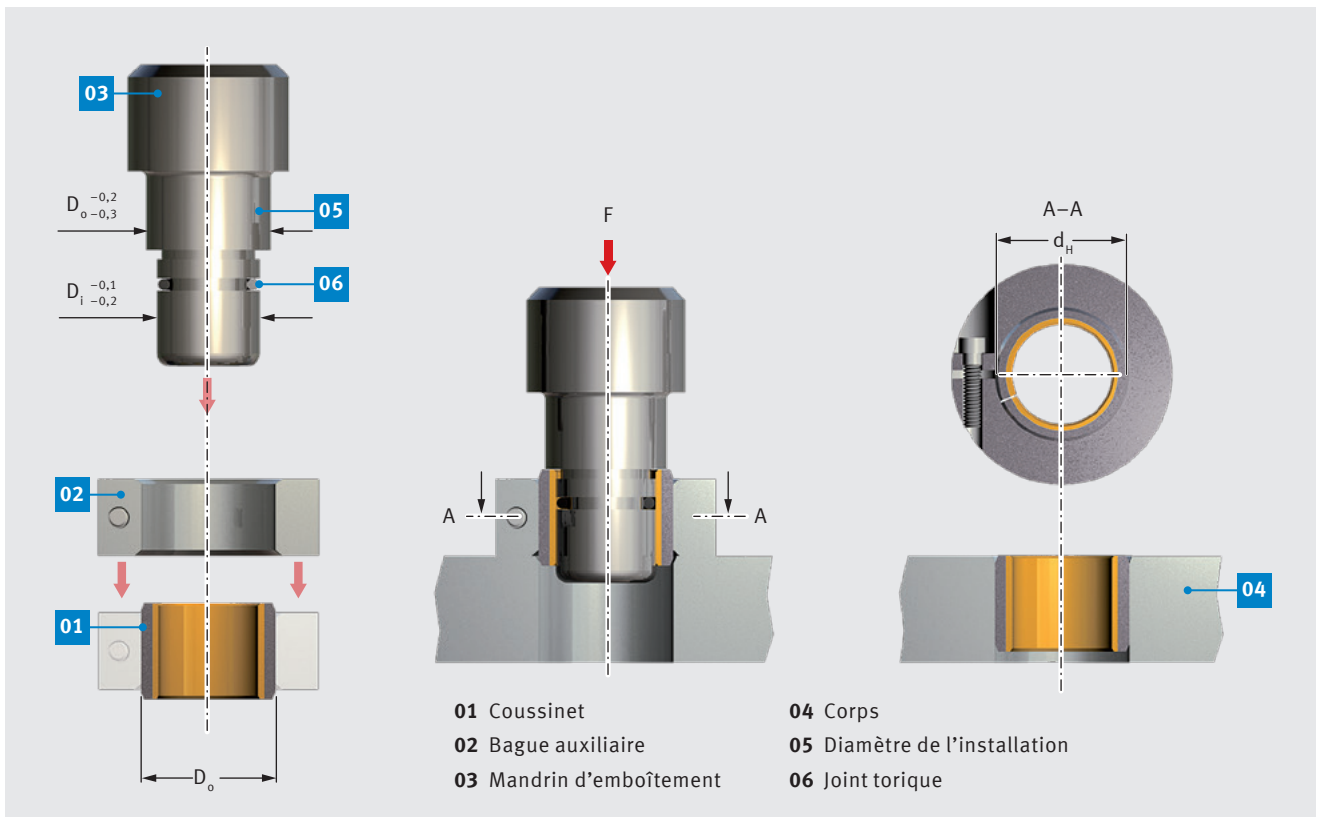

Fig. 53 : Emboîtement de coussinets, $D_o \geq 55$ mm, avec bague auxiliaire
- emboîtement avec mandrin et bague auxiliaire, Fig. 53
La Fig. 53 montre le calibrage avec un mandrin. Le Tableau 36 contient des valeurs recommandées pour le diamètre du mandrin de calibrage d_k . Des valeurs précises ne peuvent être déterminées que par des essais.